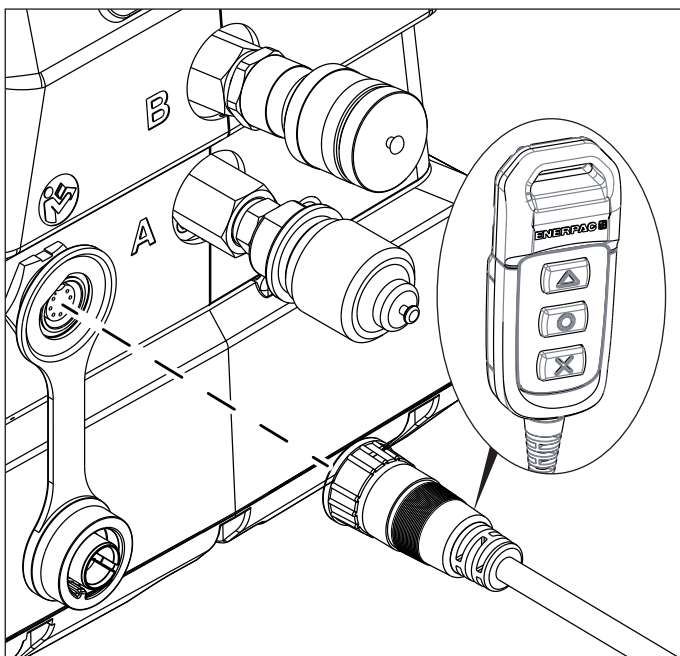

Figura 4: Conectarea consolei de comandă de la distanță
1. Scoateți capacul de protecție de la conectorul din partea din față a pompei și conectați cablul consolei de comandă. Consultați Figura 4.